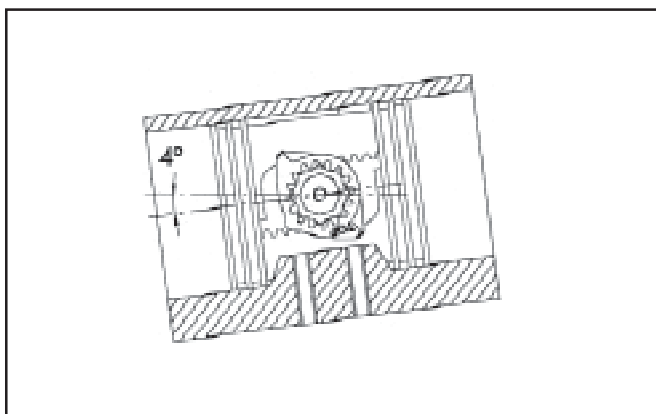

Fig. 23
- Les pistons entièrement fermes, s'assurer que la rotation par rapport à l'axe du corps est de 4° de plus que la référence 0° comme indique figure 23.